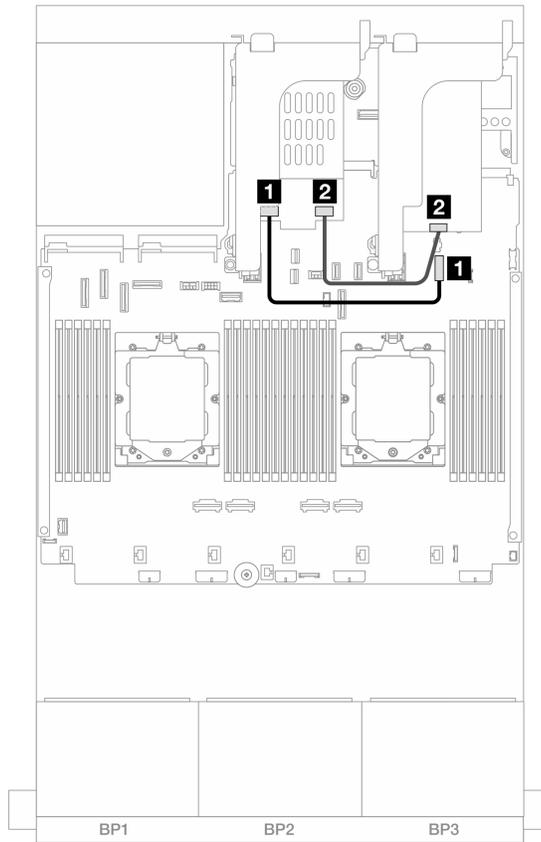

図 328. RAID ケーブル配線
- 385 ページの 図 328 「RAID ケーブル配線」